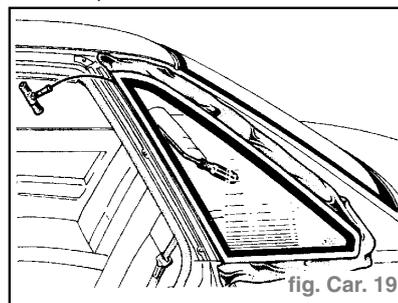

fig. Car. 19
- Découper le cordon de colle à l'aide de la corde à piano (Attention au surmoulage). (fig. Car. 19).